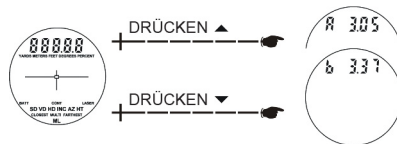

Abbildung 8
- Drücken Sie , um die Haupt-Firmware-Revisionsnummer anzuzeigen. Die Anzeige sollte in etwa dem Beispiel unten entsprechen. Ganz links muss immer ein ‚A‘ erscheinen; die restlichen drei Ziffern sind die Haupt-Firmware-Revisionsnummer (3.05 in Abbildung 8).
- Drücken Sie , um die Zusatz-Firmware-Revisionsnummer anzuzeigen. Die Anzeige sollte in etwa dem Beispiel oben entsprechen. Ganz links muss immer ein ‚b‘ erscheinen; die restlichen drei Ziffern sind die Zusatz-Firmware-Revisionsnummer (3.37 in Abbildung 8).